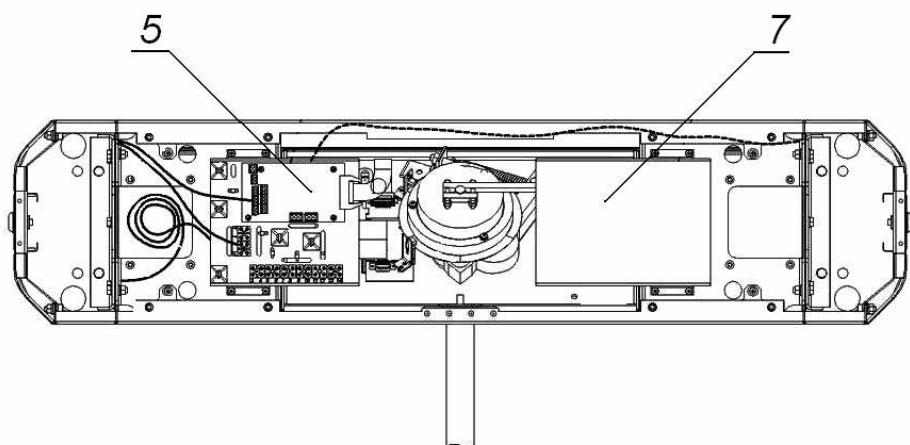
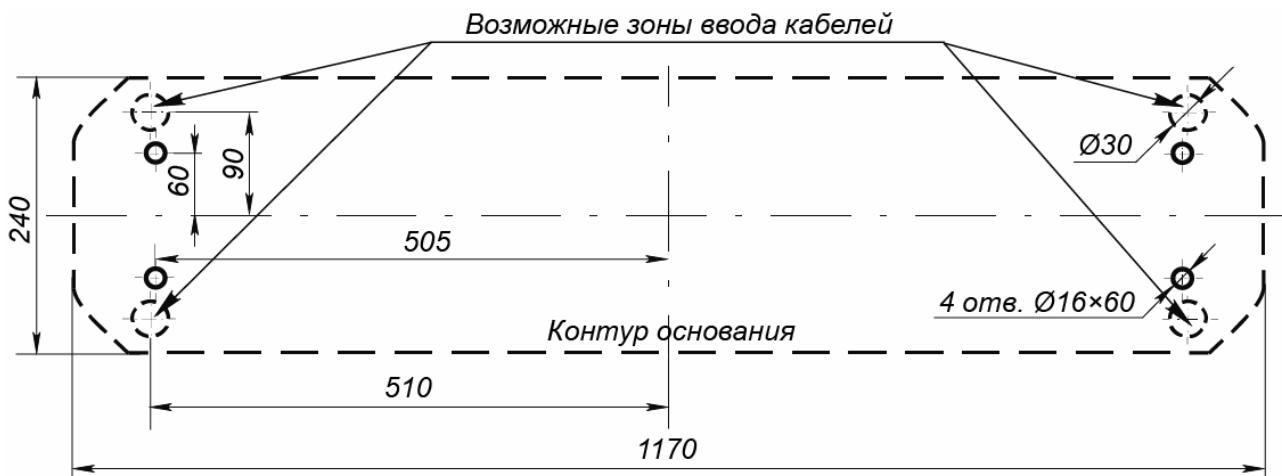

Рисунок 12. Схема прокладки кабелей в стойке турнкета:
Рисунок 13. Схема разметки для установки стойки турникета
- 2 Подготовьте в полу отверстия под гильзы анкеров для крепления стойки турникета (см. рис. 13). При необходимости прокладки кабелей под поверхностью пола подготовьте в полу кабельный канал, подходящий к зоне ввода этих кабелей в стойку турникета. Установку и крепление стойки производите после прокладки всех кабелей в кабельном канале и внутри стойки. Прокладка кабелей внутри стойки показана на рис. 12.
- 4 Демонтируйте боковые заглушки стойки (10), открыв замки (11).
- 7 Снимите крышку турникета (3), открыв ключом замок (4, см. разд. 6).
Конструкцией турникета предусмотрена возможность установки платы контроллера СКУД внутрь корпуса турникета. Установка платы осуществляется на кронштейн (7, рис. 12). Максимальный допустимый размер устанавливаемой платы контроллера 160×150×35 мм.